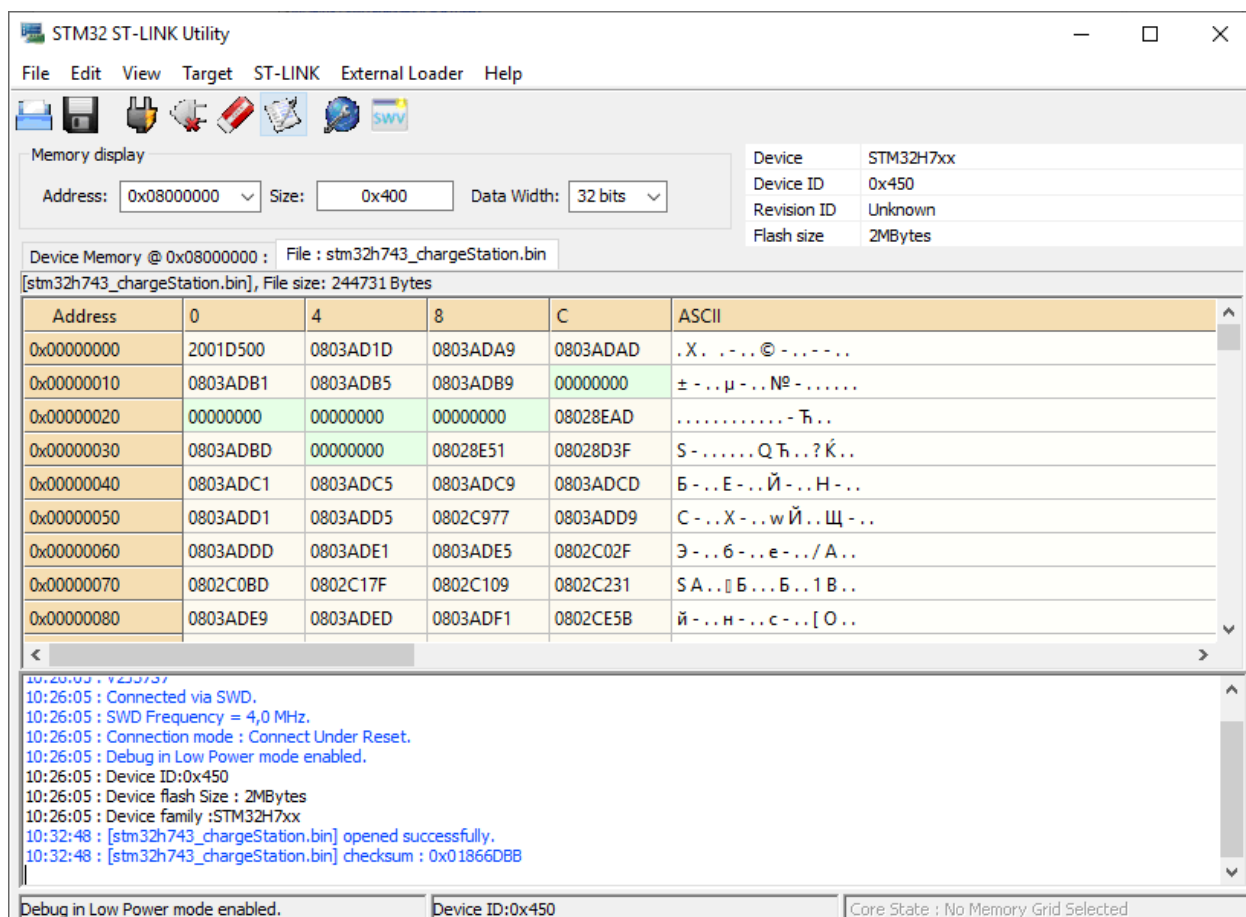
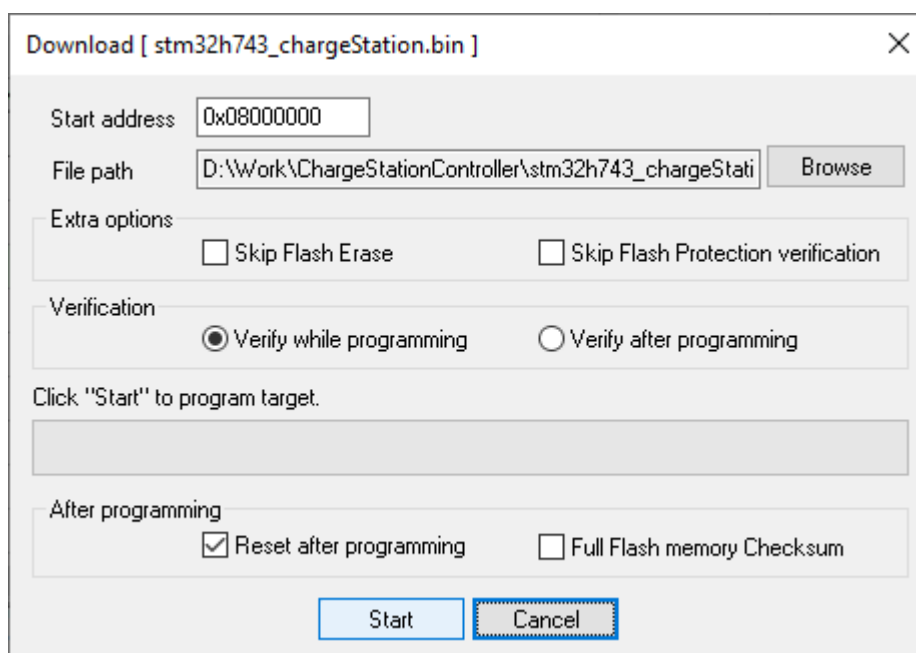

Рисунок 5. Вид основного окна программы «ST-Link utility» с выбранной кнопкой «Program verify»
Рисунок 6. Вид окна управления загрузкой файлов в микроконтроллер программы «ST-Link utility»
1.2.5 В программе «ST-Link utility» открыть исполняемый файл программы контроллера заряда «Stm32H743_chargeStation.bin» с помощью пункта меню «file -> open file». Загрузить файл в микроконтроллер нажав кнопку «Program verify» (рисунок 5) и кнопку «Start», в появившемся окне (рисунок 6).